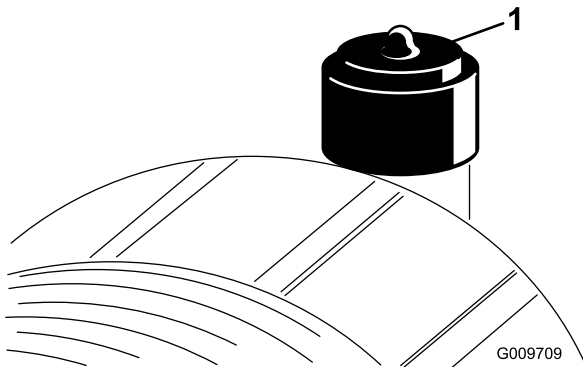

Figura 54
Faça a manutenção ao filtro de ar apenas quando o indicador de manutenção (Figura 54) o exigir. Mudar o filtro de ar antes de ser necessário apenas aumenta a possibilidade de entrar sujeira no motor quando se retira o filtro.
6. Reinicie o indicador (Figura 54) se este se apresentar vermelho.